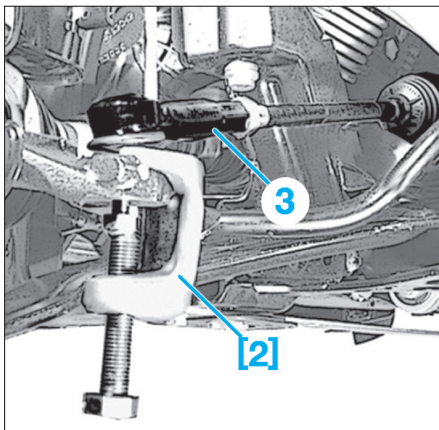

Fig. 3
- [2]. Extracteur de rotule universel (Fig.3).
- Extraire la rotule de direction (3) du pivot à l'aide de l'outil [2] (Fig.3).